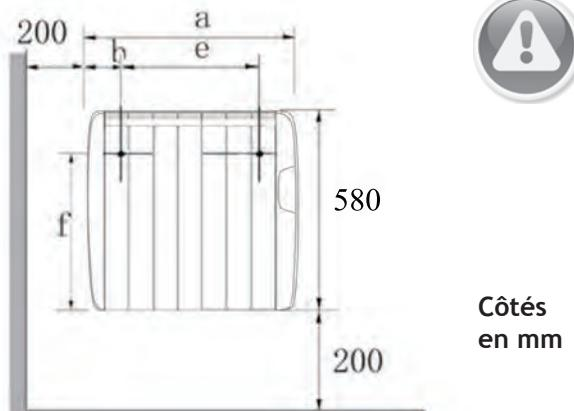

Fig. 3
• Cet émetteur ne doit pas être encastré. Respectez toujours les distances de sécurité (Figures 3 et 4).